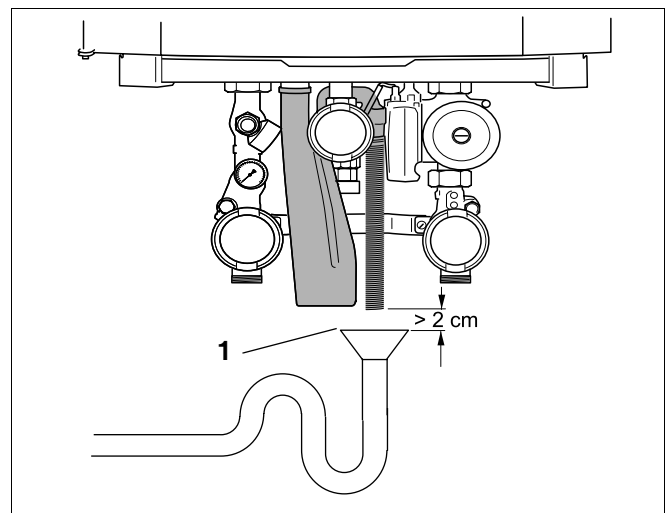

Bild 13 Kondensatledning
- Kondensatet måste kunna flöda fritt till en tratt (eller neutraliseringsbehållare). På så sätt undviks en motström av kondensat i värmepannan. Sifonen i anslutningssettet får inte ha någon fast anslutning med kondensatledningen. Minimiatståndet mellan sifonen och kondensatledningen är 2 cm (bild 13, pos. 1).